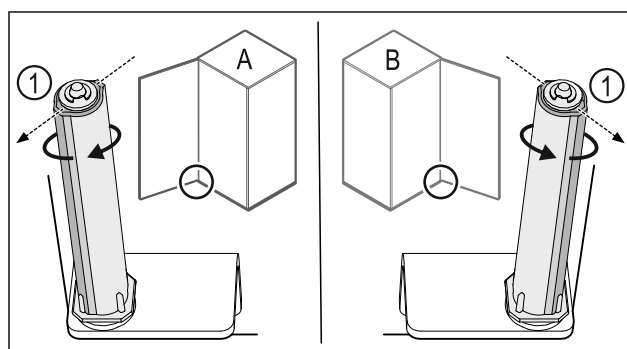

Fig. 53 Battuta a sinistra (A) / battuta a destra (B)
- ▶ Ruotare il sistema di chiusura contro la resistenza fino a quando la sporgenza del sistema di chiusura Fig. 53 (1) non è rivolta verso l'esterno.